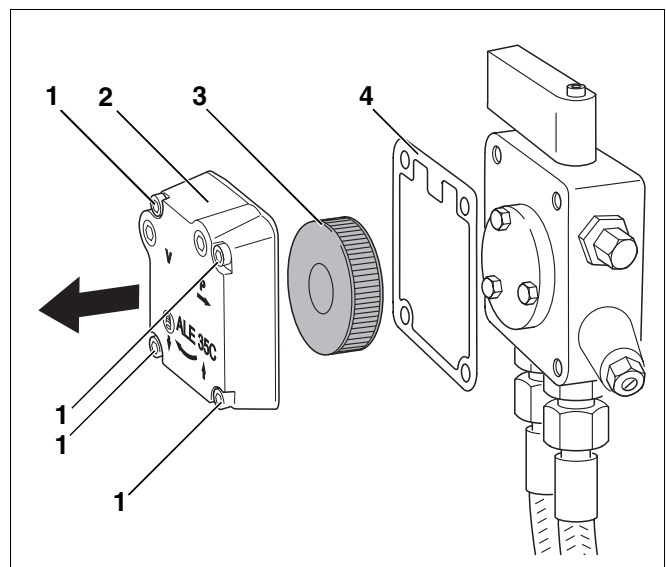

Abb. 27 Ölpumpenfilter prüfen – Ölpumpe Suntec
- Die vier Innensechskantschrauben (Abb. 27, **Pos. 1**) lösen.
- Gehäusedeckel (Abb. 27, **Pos. 2**) abnehmen.
- Ölpumpenfilter (Abb. 27, **Pos. 3**) herausnehmen.
- Dichtung (Abb. 27, **Pos. 4**) auf Beschädigung prüfen und ggf. austauschen.
- Ölpumpenfilter (Abb. 27, **Pos. 3**) mit Waschbenzin reinigen, ggf. austauschen und wieder in die Ölpumpe einbauen.